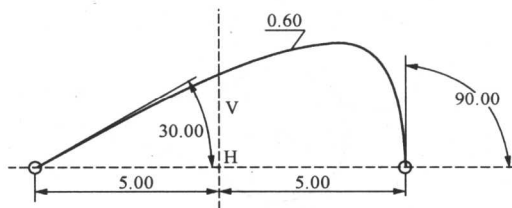

图 1-29 绘制圆锥圆弧
(1) 单击  按钮, 然后在绘图区中某位置单击两点, 确定圆锥圆弧的两个端点。
(2) 此时移动鼠标, 圆锥圆弧将呈橡皮筋状变化, 单击确定圆锥圆弧的尖点位置即完成绘制, 如图 1-29 所示。